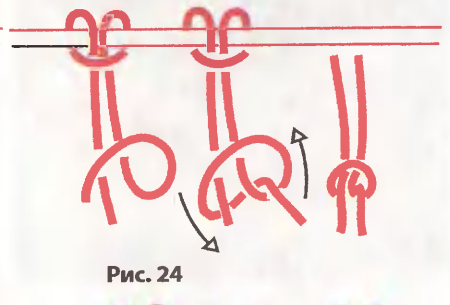

Рис. 24
2. Армянский узел (рис. 24). Другие названия — кулачок, сборный, скользящий. Выполняют его подобно галстучному узлу.